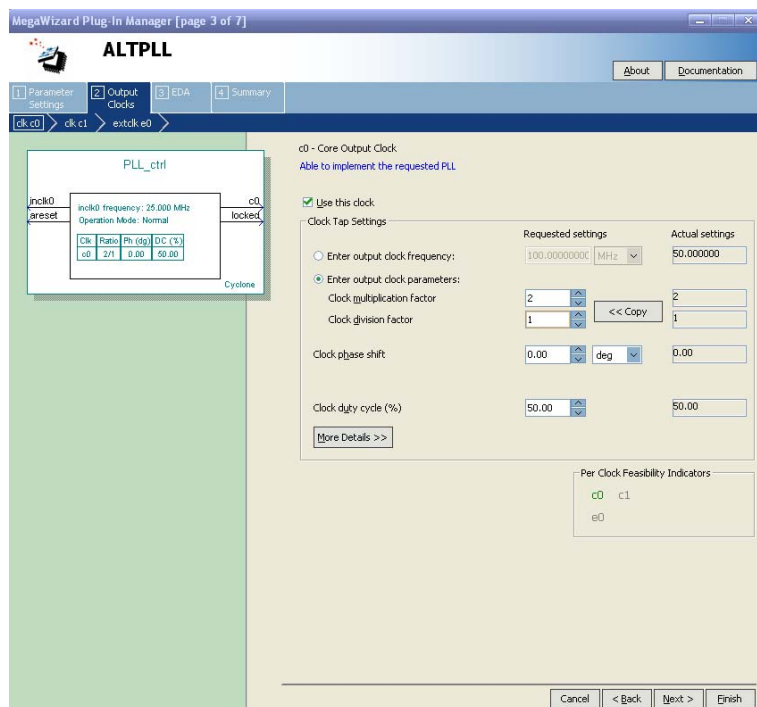

图 6 配置输出时钟 c0
⑥ 配置输出时钟 c0 相关参数，如图 6 所示。
按照图 6 设置后，点击“Next>”。